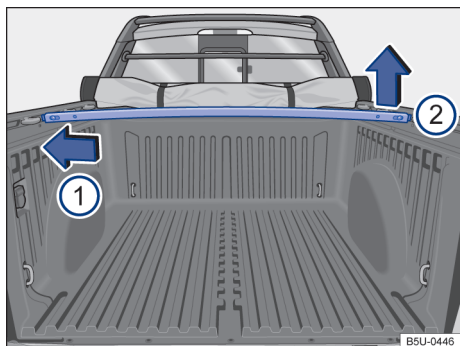

Fig. 52 Travesaños en el compartimento de carga: desmontar y montar.
- Para desmontar, presionar el travesaño del lado izquierdo en el sentido de la flecha → **fig. 52** ❶ y retirar el travesaño de su alojamiento por el lado derecho ❷.